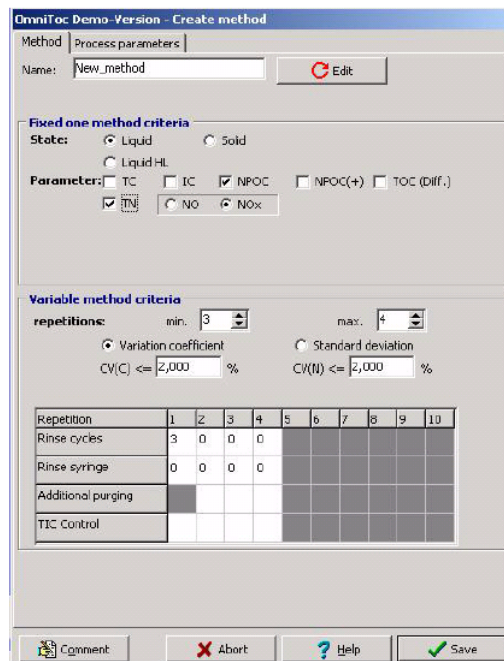

图34 Create Method（创建方法）窗口——Method（方法）选项卡
5. 在**Method**（方法）选项卡下（图34），输入新方法的名称。